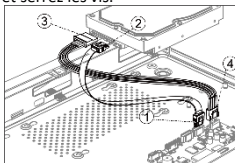

Figure 2-2 Connectez le câble
Step 2 Connectez le câble de données et le câble d'alimentation. Reportez-vous à Figure 2-2.